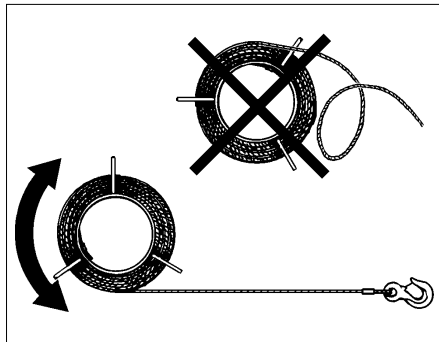

Fig. 1.4
- Éviter la formation de boucles lors du déroulement du câble (Fig. 1.4).